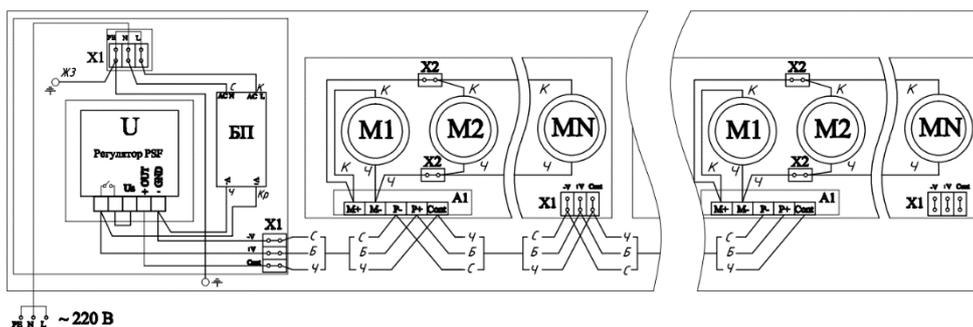

Рис. 6
5.8. Для исполнения конвектора ВПР с ручным регулятором PSF и блоком питания 12В произвести подсоединение трех проводной сети 220В 50Гц к клеммнику конвектора по схеме рис.6.